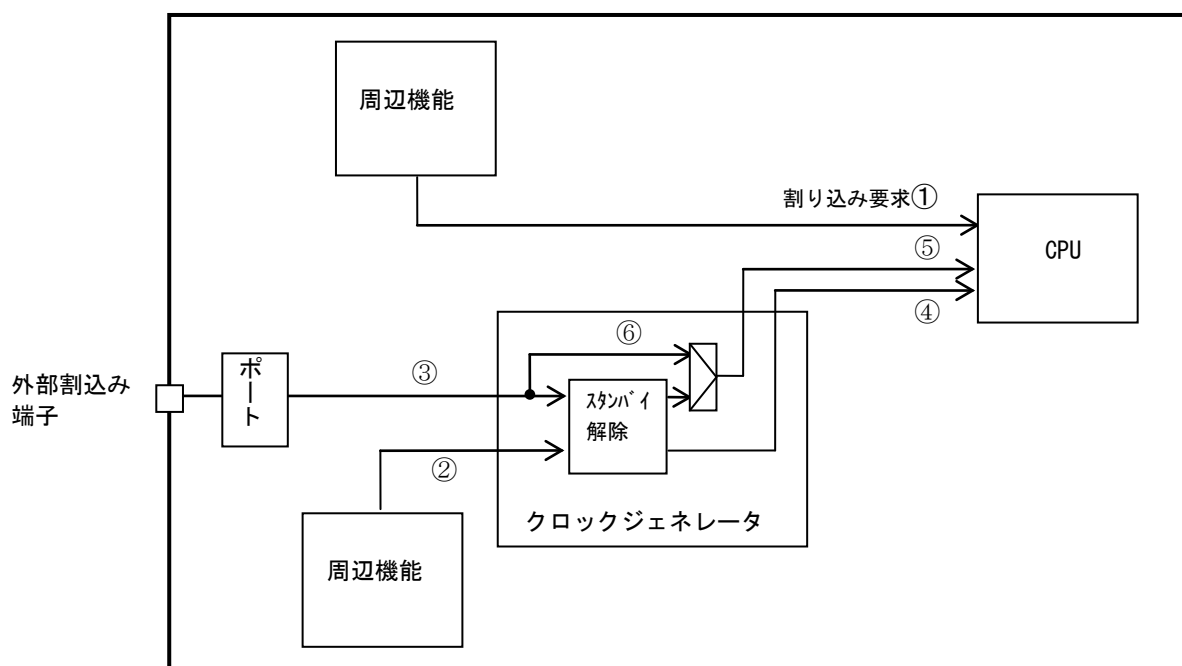

図8-1 割り込みの経路
割り込み要求の経路を図 8-1 に示します。
外部割り込み端子からの入力信号は、入力ディセーブル(PxIE<PxIE>="0")の場合"High"となります。また、外部割り込みをスタンバイ解除要因として使用しない場合(「図 8-1 割り込みの経路」の⑥の経路)、外部割り込み端子からの入力信号がそのまま CPU に伝わります。CPU は"High"入力を割り込みとして認識しますので、入力ディセーブルのまま CPU で該当する割り込みを有効にすると割り込みが発生します。